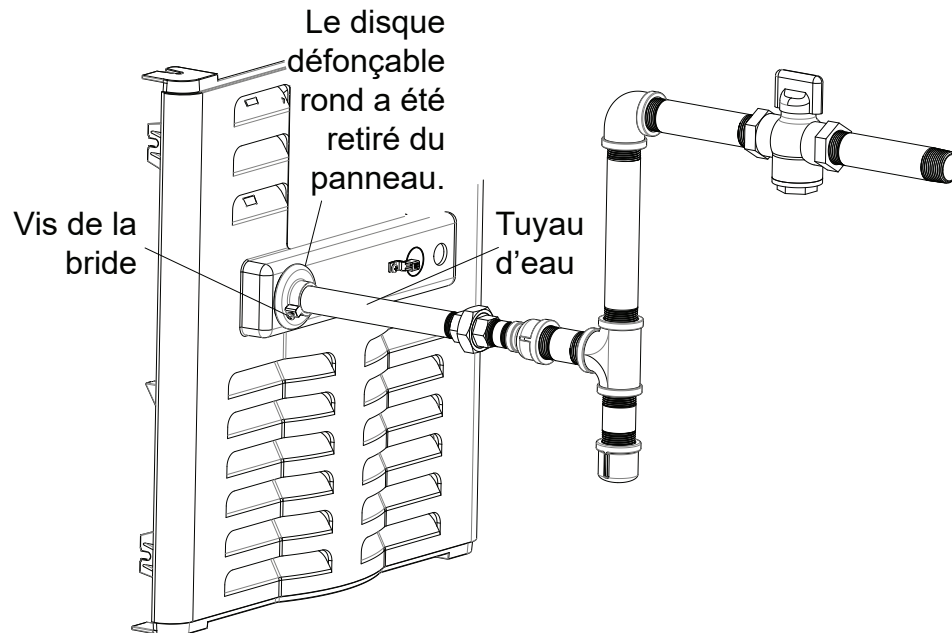

Figure 8. Bride installée sur le tuyau de la soupape de sécurité. S'assurer que la bride couvre l'ouverture circulaire dans le panneau du chauffe-piscine.
1. Placer la rosace du tuyau d'eau sur le tuyau d'eau, **voir la figure 8.**
Si le chauffe-eau est installé sous un surplomb de toit ou de deck, il doit y avoir un dégagement d'au moins 3 pi (1 m) à partir du sommet du chauffe-eau, voir la **figure 8**. Si le chauffe-eau est installé sous un surplomb de toit ou de deck, il doit être dégagé sur trois côtés.